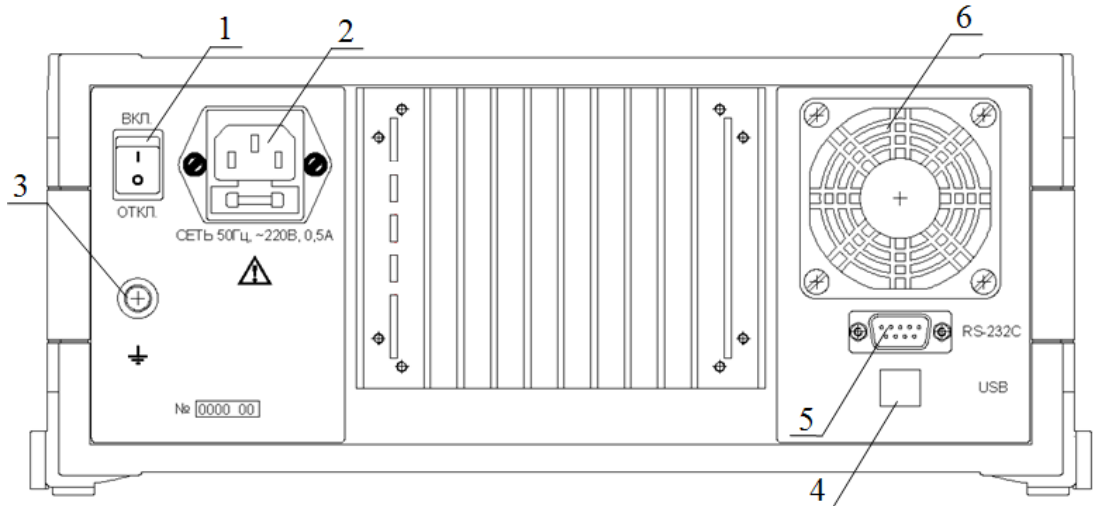

Рис. 4 – Внешний вид задней панели измерителя
9.1.7 Изображение задней панели измерителя разности фаз приведено на Рис. 4.